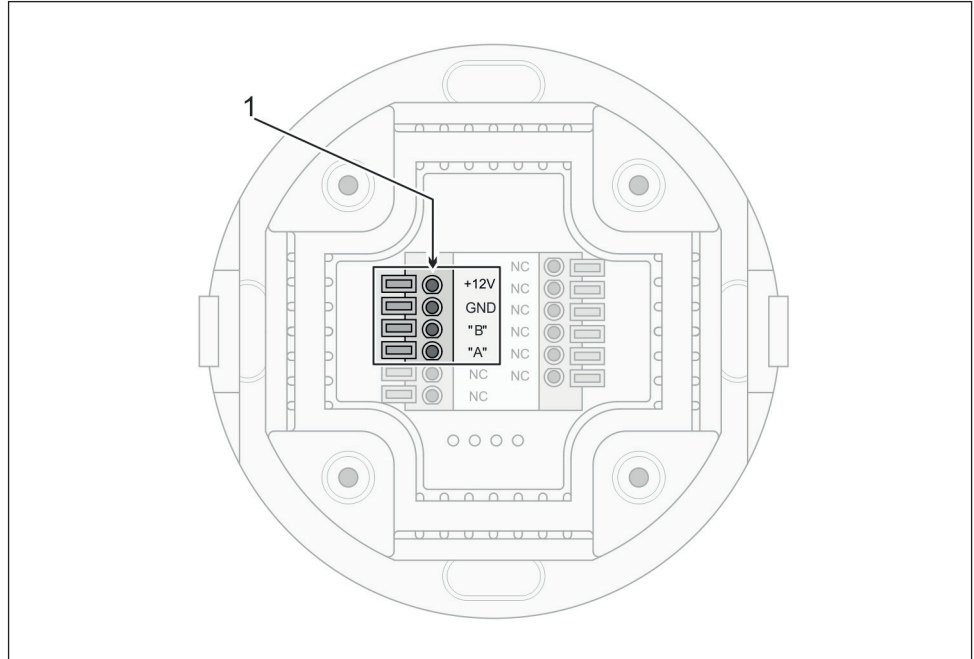

Fig. 13: Ligações na parte de trás do leitor WRU 200
3. Ligue os cabos de ligação aos cliques do leitor (Fig. 13/1).